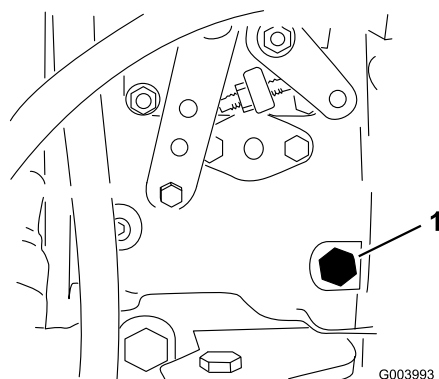

図 37
3. 燃料噴射ポンプ (図 37) についているエア抜きネジを、12 mmのレンチを使って開く。